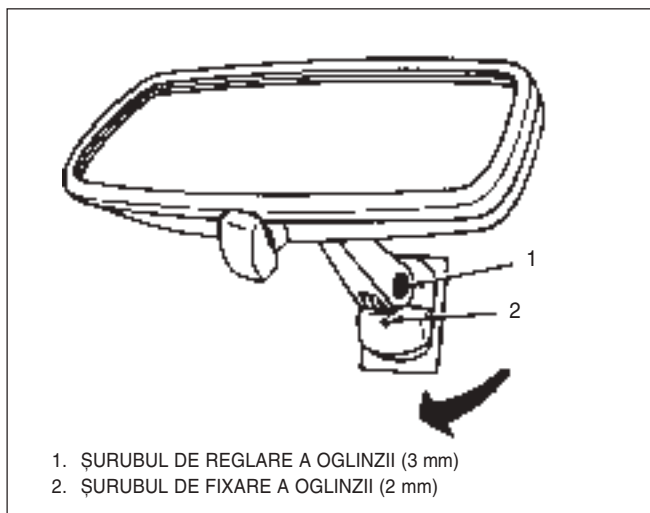

Fig. 16 Oglinda retrovizoare
- 1) Oglinda retrovizoare în suportul ei fixat pe geam. Se asigură oglinda prin strângerea celor 2 șuruburi cu cap Allen de 2mm (fig. 16).